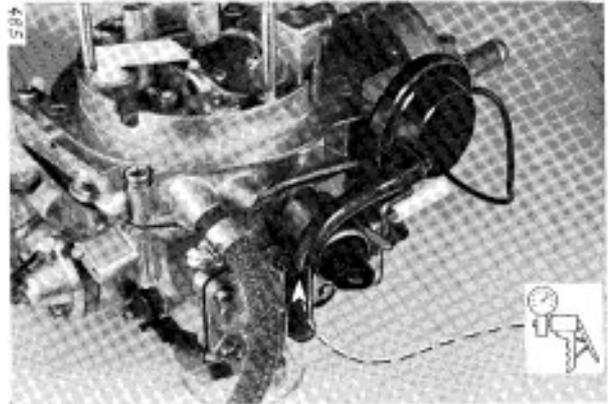

Bild 8
3.5 Pulldowneinrichtung auf Dichtheit prüfen (Bild 8)
3.6 Starterklappenspalt (Bild 8 – 10)
- Starterklappe schließen, dabei die Einstellschraube (1) auf höchste Stufe der Stufenscheibe (2) bringen.
- Handunterdruckpumpe gemäß Bild 8 anschließen und Druckdifferenz herstellen (ca. 300 mbar).